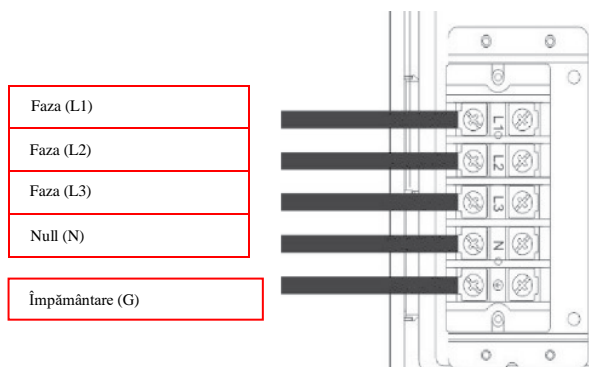

Figura 9. Conectarea trifazică a dispozitivului
- În figura 9 este prezentată o schemă de conectare trifazică a cablului de alimentare la unitatea de alimentare.
- Conexiunea L1-L2-L3-N-G de sus în jos, așa cum se arată în figura 9.